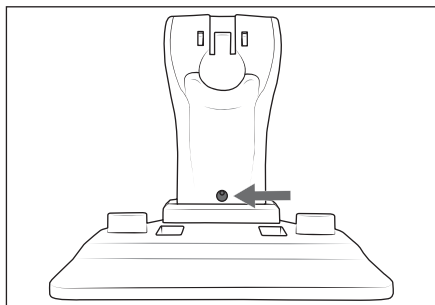

Abb. 1
- 1) Benutzen Sie die Öffnung in der Gerätehalterung 20 zum Anzeichnen des Bohrlochs an der Wand (Abb. 1).
- 4) Setzen Sie die Schraube in die Öffnung in der Gerätehalterung 20 (Abb. 1) und schrauben Sie diese mit einem Kreuzschlitzschraubendreher in den Dübel.
- 3) Stecken Sie die Schraube 12 wieder in die Schrauböffnung hinten am Stiel 11. Ziehen Sie die Schraube 12 mit einem Kreuzschlitzschraubendreher im Uhrzeigersinn fest (Abb. 1).